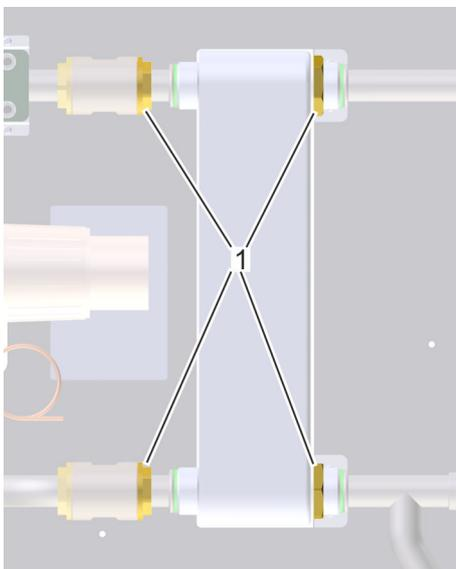

Abb. 79: Verschraubungen Wärmetauscher lösen
4. ➤ Um den Wärmetauscher zu lösen, mit einem Rollgabelschlüssel 4 Verschraubungen (Abb. 79/1) lösen.
7. ➤ Um den neuen Wärmetauscher festzuschrauben, 4 Verschraubungen (Abb. 79/1) anziehen.